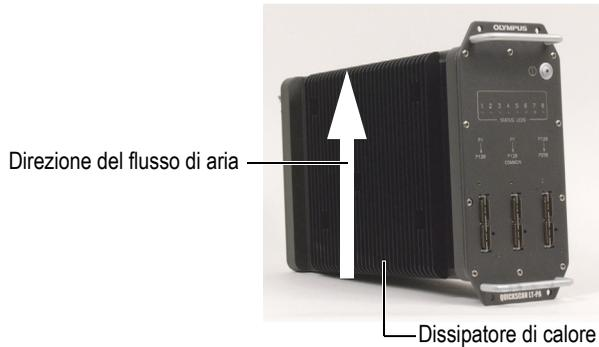

Figura 3-1 Posizione del dissipatore di calore e direzione della circolazione d'aria
- L'unità deve essere mantenuta in posizione verticale (vedi Figura 3-1 alla pagina 40).
- Un flusso costante di aria dovrebbe circolare sopra il dissipatore di calore per facilitare la dispersione di calore dello strumento (vedi Figura 3-1 alla pagina 40). Utilizzare un sistema di ventilazione quando necessario.